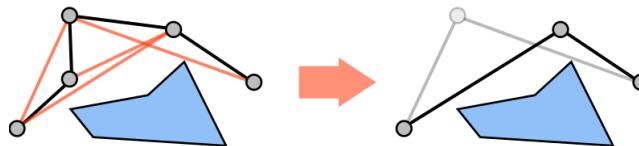

Abbildung 35: rot – gültige Abkürzungen → Kollisionsfreiheit muss erhalten bleiben; normaler Lösungspfad hat etwa 1000 Knoten
**Verringerung der Länge des Lösungswegs** (siehe Abbildung 35):